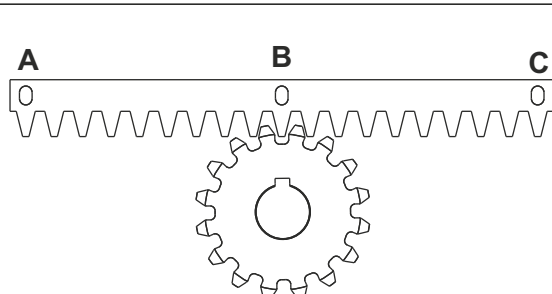
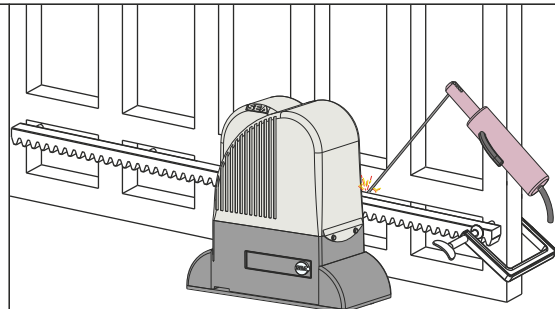

Fig. 7
Fig. 8
5.3. Colocar el elemento de cremallera sobre el piñón dentado del operador, en paralelo a la guía al suelo; posicionarlo como en la Fig. 7 y soldar eléctricamente el trinquete central **B** en la estructura de la cancela (Fig. 8). Mover manualmente la cancela hasta que el trinquete **C** corresponda con el piñón, luego soldar eléctricamente; la misma operación para el trinquete **A** después de haberlo puesto en correspondencia con el piñón;